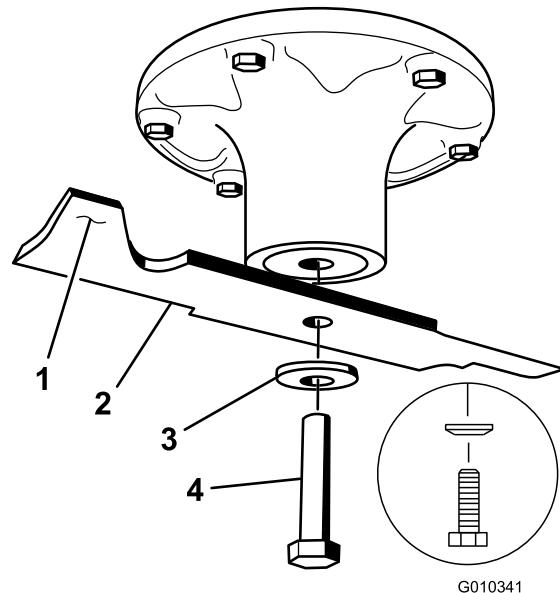
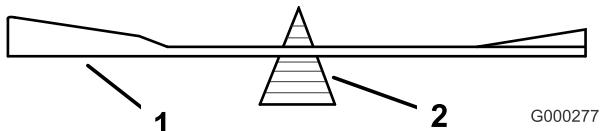

Figura 61
Figura 63
Tenete l'estremità della lama con un cencio o un guanto bene imbottito. Togliete il bullone, la rondella curva e la lama dall'asse del fusello (Figura 61).
2. Controllate l'equilibrio della lama posizionandola su un bilanciatore (Figura 63). Se la lama rimane in posizione orizzontale, è bilanciata e può essere utilizzata. Se la lama non è bilanciata, limate del metallo soltanto dalla costa (Figura 61). Ripetete